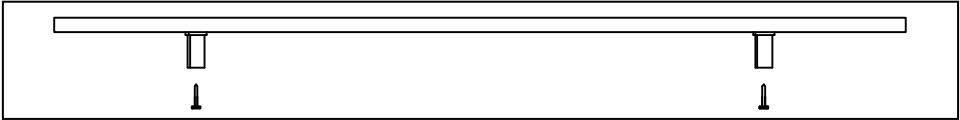

Рис. 1
- 5.10 Разместите зажимные фиксаторы на поверхности потолка по месту установки осветительного прибора (рис. 1).